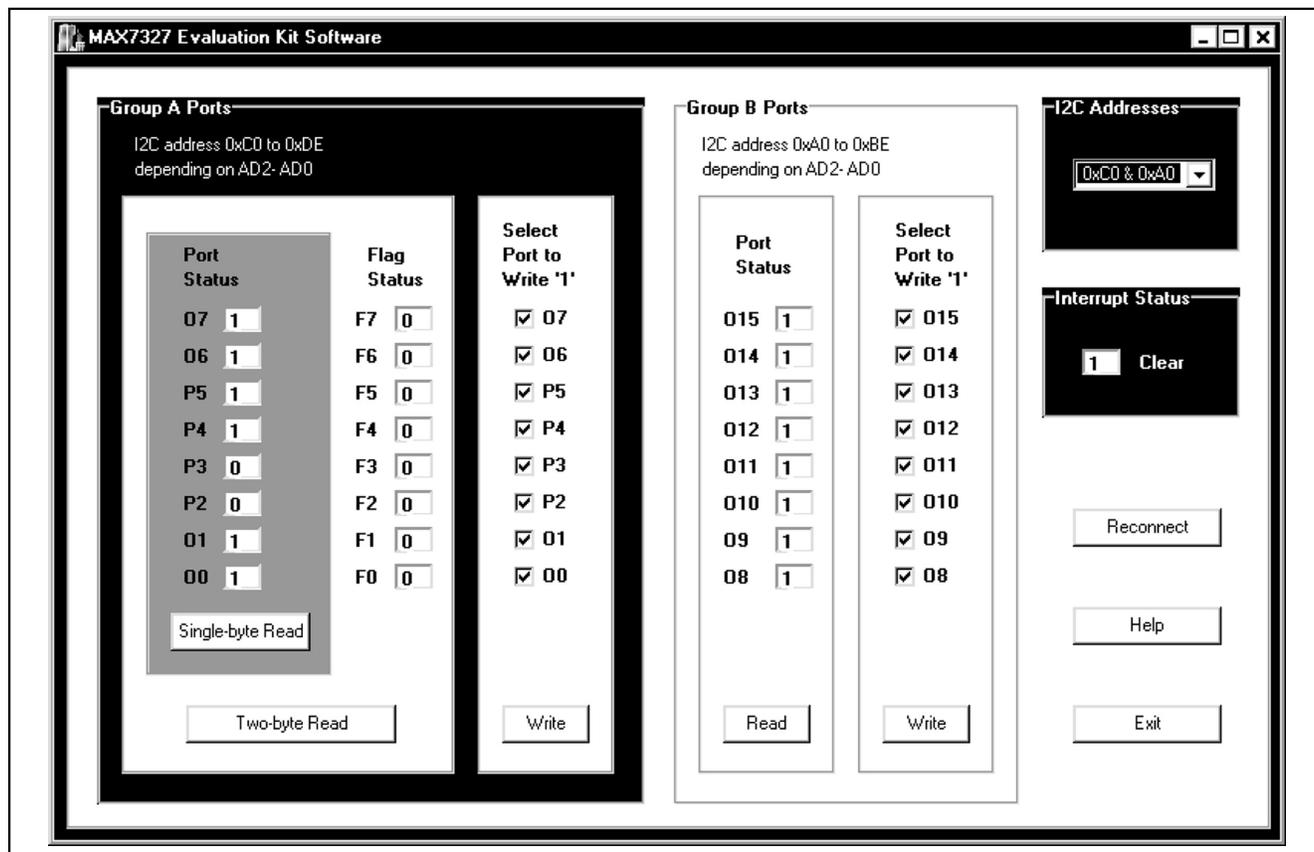

図1. MAX7327の評価ソフトウェアのメインウィンドウ
8) **スタート**メニュー内のアイコンをクリックして、MAX7327のEVキット用ソフトウェアを起動してください。図1のように、GUIのメインウィンドウが表示されます。